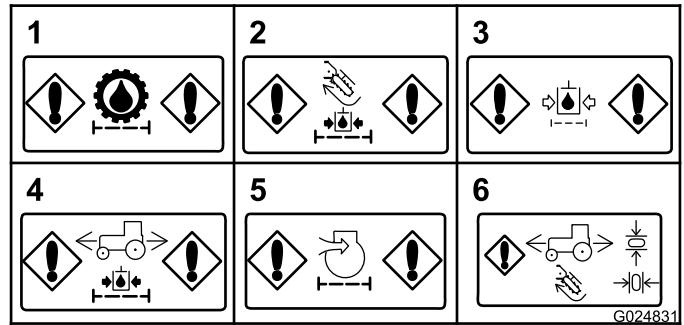

Figura 33
- Restrição do filtro de carga hidráulica (transmissão)** – Esta mensagem será exibida em caso de restrição do filtro de carga hidráulica da transmissão (Figura 33).
- Restrição do filtro de carga hidráulica (acessórios)** – Esta mensagem será exibida se o filtro de carga do circuito hidráulico dos acessórios estiver restrito (Figura 33).
- Restrição do filtro de retorno hidráulico** – Esta mensagem é exibida se o filtro de retorno hidráulico estiver restrito (Figura 33).
- Restrição do filtro de carga hidráulica (motor de tração)** – Esta mensagem é exibida se o filtro de carga do motor de tração estiver restrito (Figura 33).
- Restrição do filtro de ar (motor)** – Esta mensagem é exibida quando o filtro de ar exigir reparo (Figura 33).
- Retorno ao indicador Neutro** – Este indicador é exibido se você tentar uma operação que exija o retorno do joystick ou do pedal de tração até a posição Neutra. Retorne o joystick ou o pedal de tração até a posição Neutra antes de continuar com a operação (Figura 33).